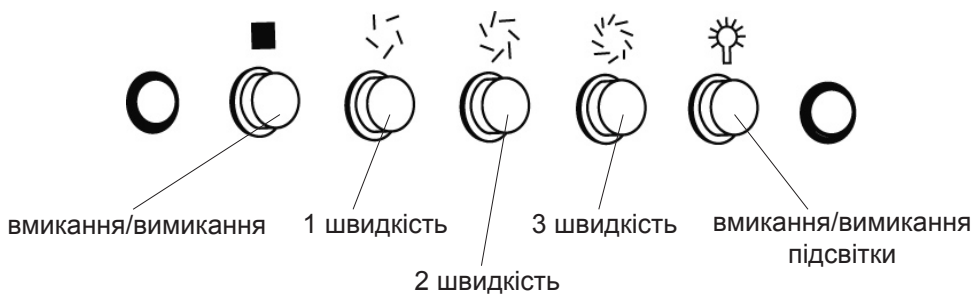

Рис. 2
7.2. Вмикання, вимикання витяжки та встановлення швидкості обертання вентилятора здійснюється за допомогою ручок, які розташовані на панелі управління (Рис. 2). Витяжка, як правило, використовується під час приготування їжі для видалення повітря з приміщення через повітровідвід назовні. Рекомендується відключати витяжку через 15 хвилин після закінчення приготування їжі для повного усунення запаху.